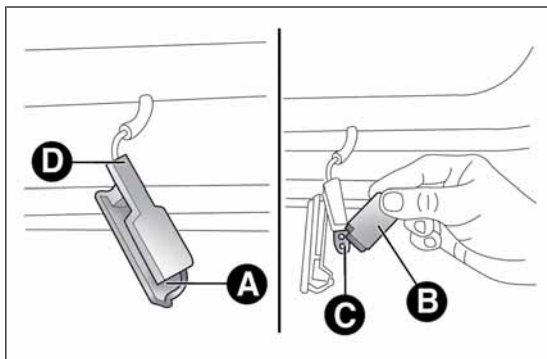

РИС. 149
- откройте дверь и выньте плафон, надавив отверткой на пружину А РИС. 149;
- нажмите сбоку на защитный кожух В РИС. 149 около двух крепежных штифтов и замените лампу С;